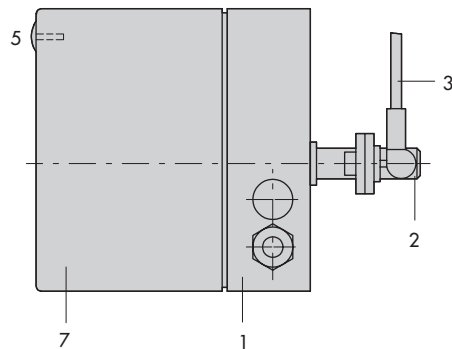

Fig. 3 · Type 5801-4
La fig. 3 représente un servomoteur rotatif (1) type 5801. Il se compose d'un moteur synchrone et d'un réducteur ne nécessitant aucun entretien, relié à l'arbre de sortie (2) et à la tringlerie (3) par l'intermédiaire d'un accouplement.